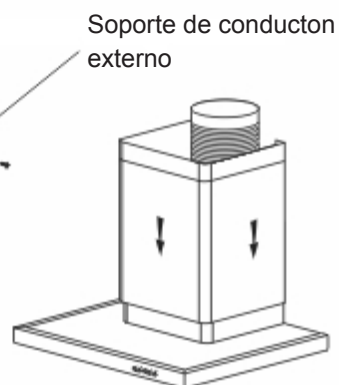

fig. 7
- Coloque las 2 chimeneas sobre la campana (fig. 7)
- Coloque la chimenea compuesta por 2 partes sobre la campana (fig. 7)